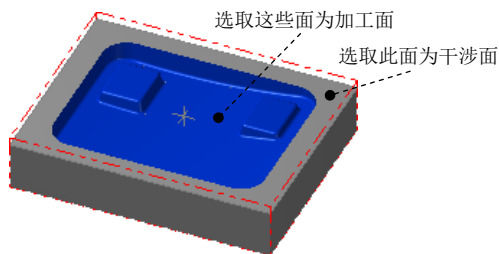
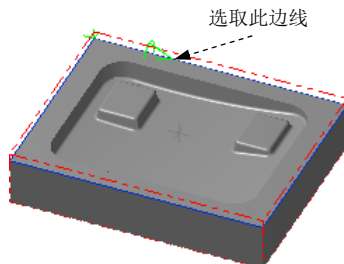

图 10.9 选取加工面和干涉面
图 10.10 选取边界线
(1) 在图形区中选取图 10.9 所示的曲面,然后按 Enter 键,系统弹出“刀具路径的曲面选取”对话框。
(2) 单击 **检测** 区域中的 按钮,选取图 10.9 所示的面为干涉面,然后按 Enter 键。单击 **Containment boundary** 区域的 按钮,系统弹出“串联选项”对话框,采用“串联方式”选取图 10.10 所示的边线。单击 ☒ 按钮,系统返回至“刀具路径的曲面选取”对话框。单击 ☒ 按钮,系统弹出“曲面残料粗加工”对话框。